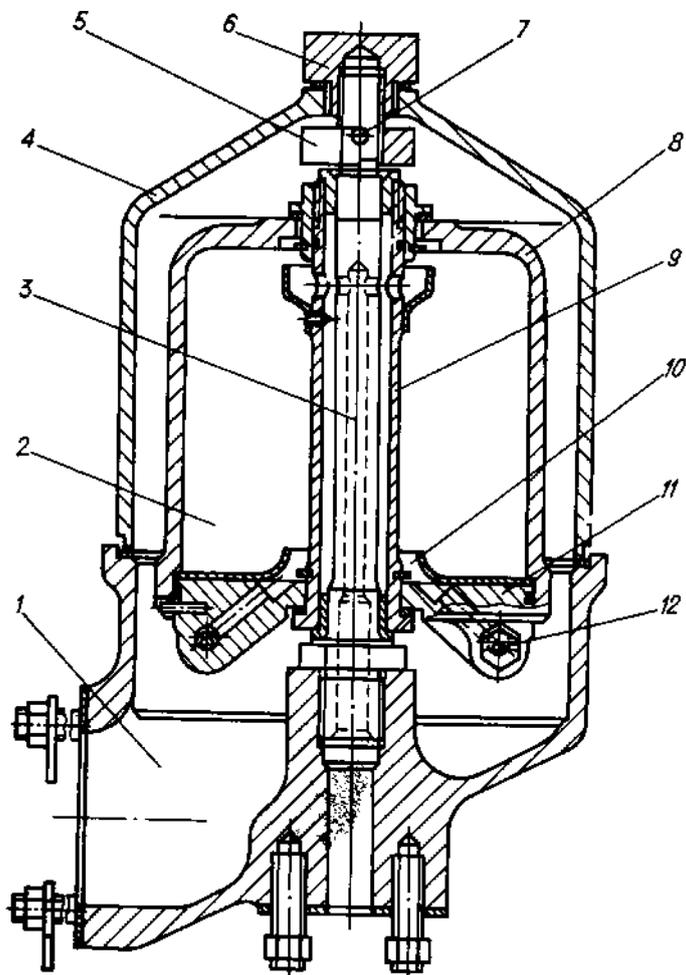

Рис. 35. Маслоочиститель центробежный.
**Маслоочиститель центробежный** /рис. 35/ устанавливается на люке фундаментной рамы, служит для тонкой очистки масла и состоит из корпуса 1, ротора 2, оси 3 и колпака 4, закрепленного на корпусе гайкой 6. Ротор имеет основание 11, крышку 8, стяжную втулку 9, маслоотражатель 10 и два сопла 12. Отверстия в соплах расположены касательно к основанию 11. Ось 3 /ввернутая в корпус 1/, на которой посажен ротор, имеет отверстие для подачи масла под давлением. Через отверстие в верхней части оси и стяжной втулки 9 масло поступает в полость ротора 2 и выбрасывается через калиброванные отверстия сопел 12 наружу, сообщая ротору быстрое /до 6000 об/мин/ вращение. Примеси, находящиеся в масле, под действием центробежных сил осаждаются на внутренней поверхности крышки 8. Осевой разбег ротора ограничивается гайкой 5, зафиксированной шплинтом 7.